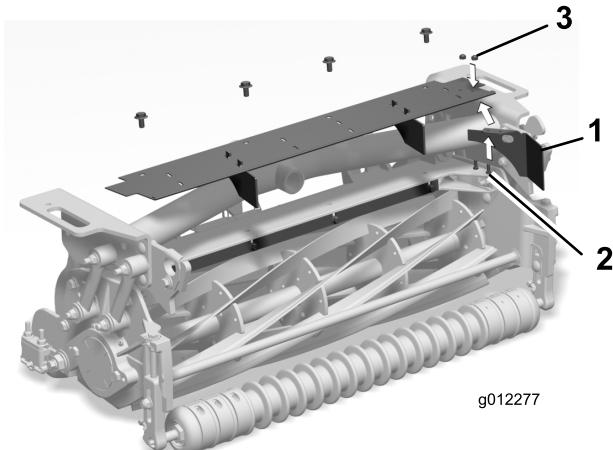

Figura 10
2. Monte o novo defletor na extremidade esquerda do resguardo com dois parafusos (10-24 x 1/2 pol.) e porcas (10-24 pol.) como se mostra na Figura 10.